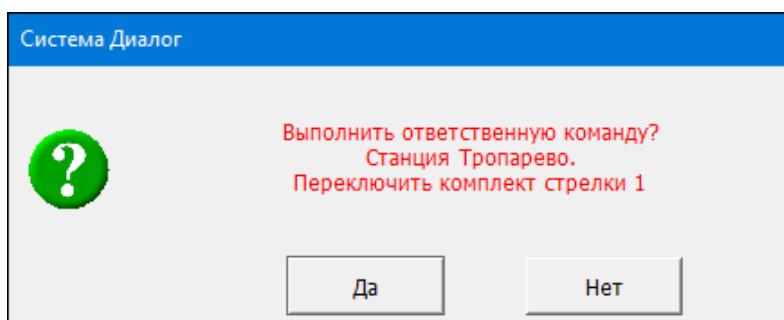

Рис. 3.15 Окно подтверждения выбора команды «Резерв стрелки»
1. Нажать ЛКМ на кнопку с номером стрелки в группе «Резерв стрелки», появится окно подтверждения выбора ответственной команды ТУ (Рис. 3.15).